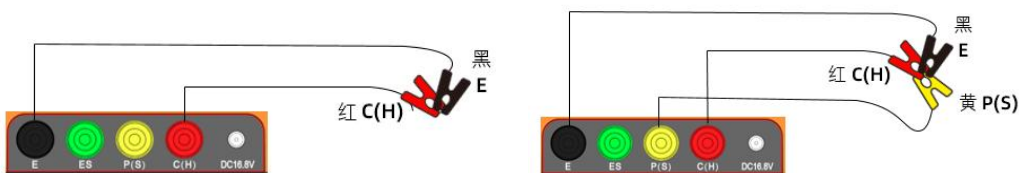

图 8 导线电阻测试示意图
- 1) 按照图 8 所示进行接线，进行三线法或二线法测量接地电阻前，可以先测量一个导线电阻值，以方便后续测量中使用；